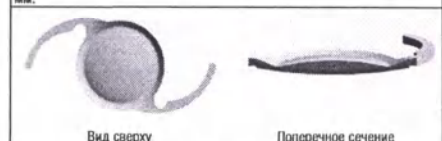
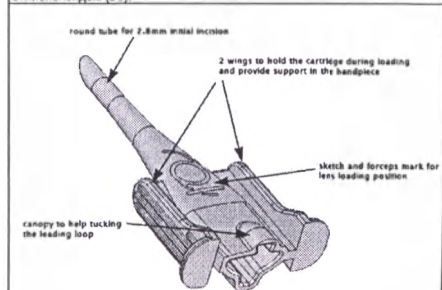

Рисунок 5: Графическое представление линзы интраокулярной акриловой TECNIS® 1-piece ZCB00
Рисунок 6: Картридж 1VIPR30
Линзы интраокулярные акриловые TECNIS® 1-piece ZCB00 изготавливаются из мягкого складываемого акрилового материала. Оптическая часть линзы характеризуется прямоугольной гранью на задней оптической поверхности линзы. За счет специальной обработки поверхности уменьшена липкость линзы и улучшена ее способность к разветвлению. В число других особенностей этой модели линз входит двояковыпуклая конструкция с максимальным наружным диаметром 13,0 мм и диаметром оптической части 6,0 мм. Галтическая часть линз оснащена незамкнутыми петлями, предназначенными для стабилизации линзы в капсульной мешке с большим углом контакта и малым осевым смещением (см. Рисунок 5). По сравнению с ранее выпускавшимися трехкомпонентными линзами модели AR40 была уменьшена толщина оптической части, что упрощает вставку линзы через разрез длиной 3,0 мм.
4. Держите картридж схемой ИОЛ вверх. Зафиксируйте ведущий гаптический элемент под козырьком картриджа, чтобы начать складывать его поверх оптического тела линзы (рис. 5 – Fig. 5: а. Участок, где следует зафиксировать ведущий гаптический элемент). Продолжайте продвигать линзу в картридж так, чтобы ведущий гаптический элемент сложился над оптическим телом одним движением (рис. 6) (Fig. 6). Остановитесь, когда половина оптической части окажется внутри картриджа. Прежде чем продолжать, убедитесь в том, что гаптический элемент полностью сложен в пространстве поверх оптического тела (рис. 7) (Fig. 7).